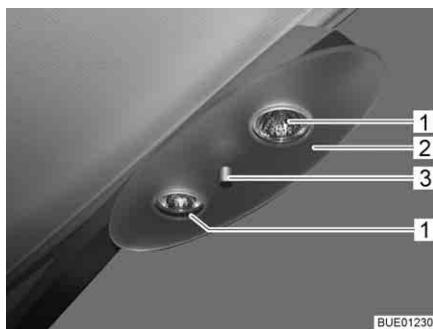

Fig. 233 Lampada alogena da soffitto
- Svitare il dado di arresto (Fig. 233,3) e rimuovere il piano di appoggio (Fig. 233,2).
- Rimuovere la lampada alogena ad incandescenza (Fig. 233,1).